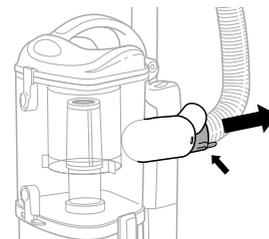

Fig. 30
- Détachez le tuyau extensible à l'arrière de l'aspirateur portatif Lift-Away™ en pressant les onglets ensemble et en tirant le tuyau vers le haut. **(Fig. 30)** Redressez le tuyau souple et inspectez l'intérieur pour détecter toute obstruction.